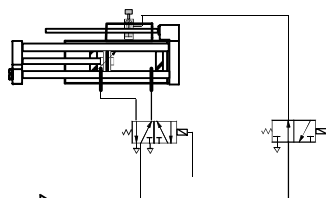

Fig. 11
- Utilizzare una sorgente di aria compressa comune per l'attacco delle valvole (ad es. attacco come da Fig. 11 con unità di valvole CP...).